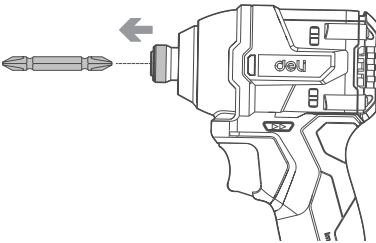

Abbildung B1
1. Ziehen Sie beim Einsetzen des Bits die Hülse in Pfeilrichtung und führen Sie das Bit bis zum innersten Ende der Hülse ein. Lassen Sie dann die Hülse los, um das Bit zu sichern (Siehe Abbildung B1).
A=17 mm, B=14 mm, folgen Sie bitte den für diesen Bit-Typ in der Abbildung B1 gezeigten Schritten, um ihn zu installieren.